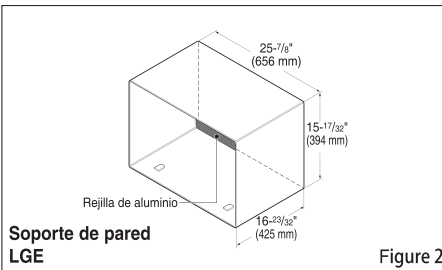

Figure 2
**Con el soporte de pared LGE (incluido opcionalmente con su unidad),** podrá mantener el mejor rendimiento del nuevo aire acondicionado. (Figure 2)